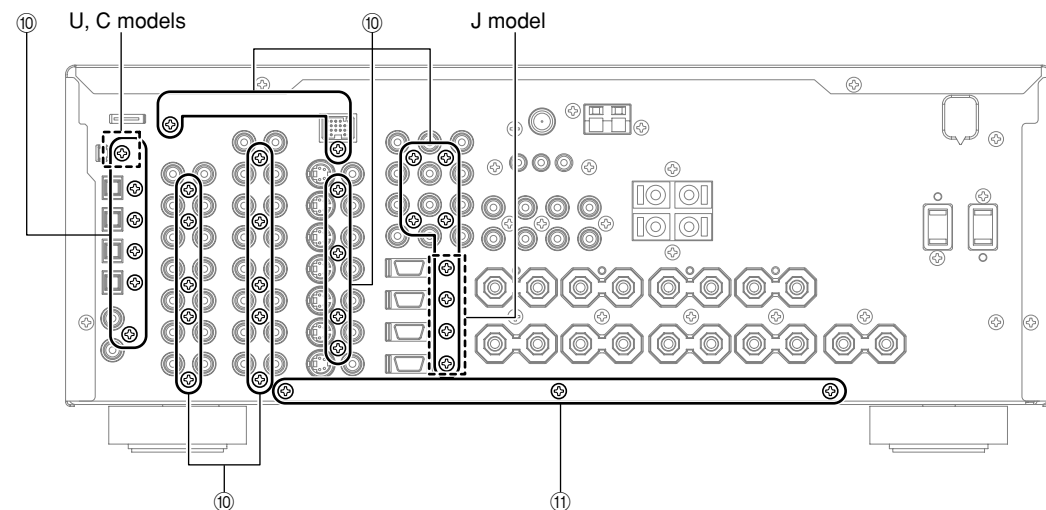
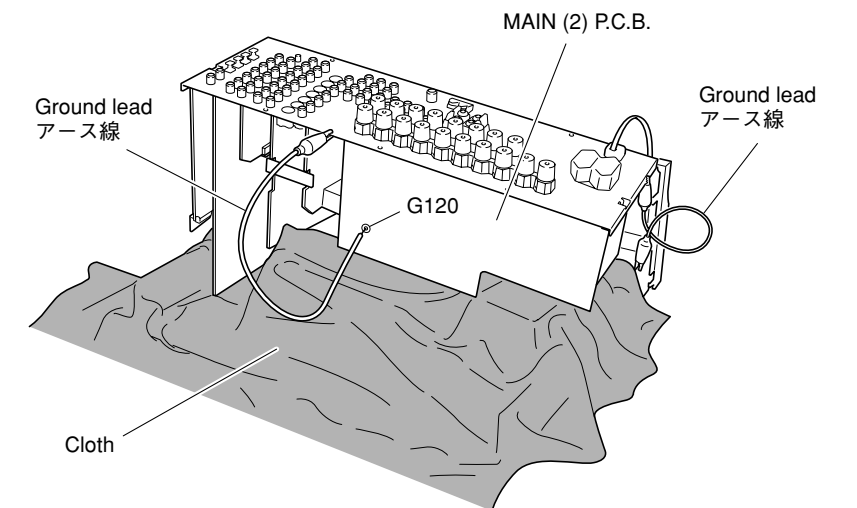

Fig. 4
Fig. 6
- ⑩のネジ29本を外します。(Fig. 4)
- Remove 3 screws (⑪). (Fig. 4)
- Remove 1 screw (⑫), 1 screw (⑬) and 1 screw (⑭).
- Holding the rear panel, raise the MAIN (2) P.C.B. so that its bottom face can be seen. (Fig. 6)
- リアパネルを持ち上げて、MAIN(2)P.C.B.の裏側が見えるように起こします。(Fig. 6)